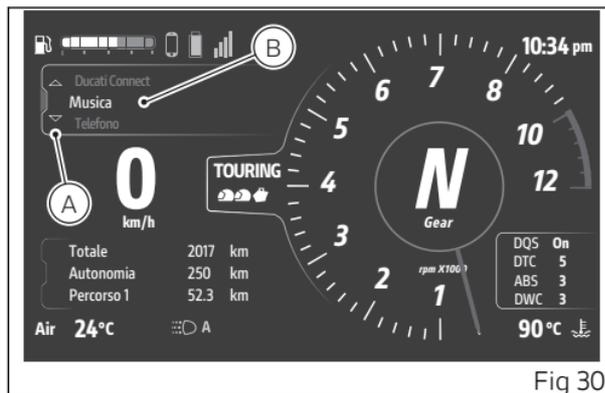

Fig 30
- Selezionare l'Interactive Menu (A, Fig 30) tenendo premuto a lungo il joystick in posizione ▲.
- Tramite joystick ▲ ▼ selezionare la voce "Musica" (B, Fig 30) e premere ENTER.